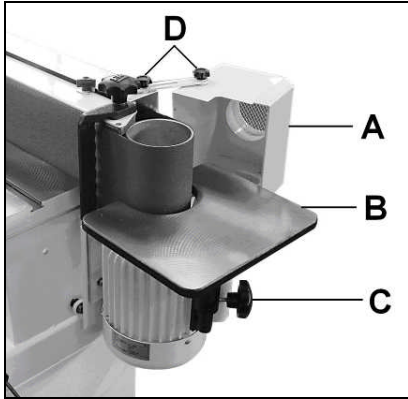

Fig 9
Retirer le carter (A, Fig 9) et fixer avec les 2 vis moletées (D).